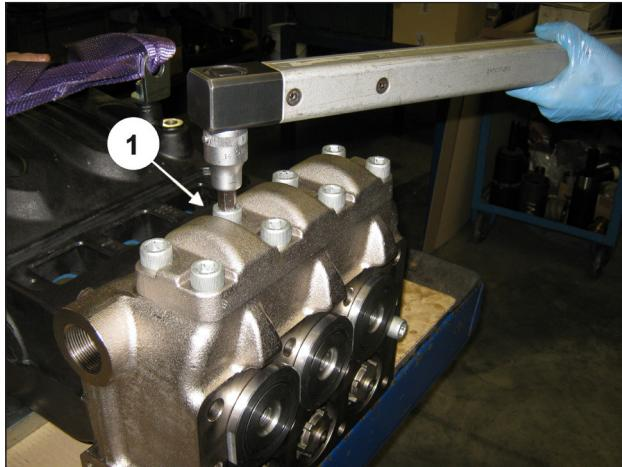
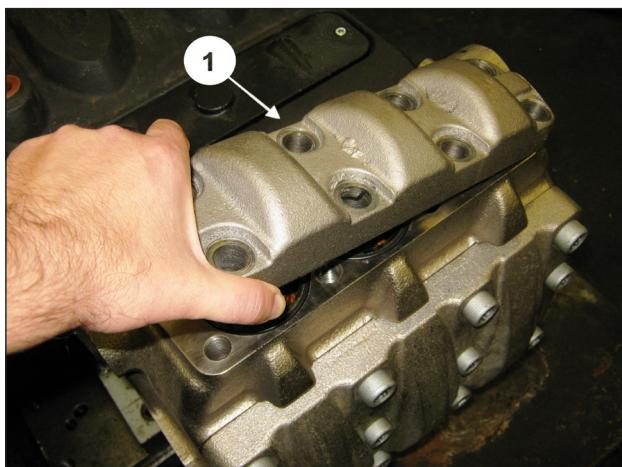

Fig. 100
Fig. 101
Quitar los 8 tornillos M16x45 de la tapa de las válvulas de envío (pos. ①, Fig. 100) y desmontar la tapa (pos. ①, Fig. 101).